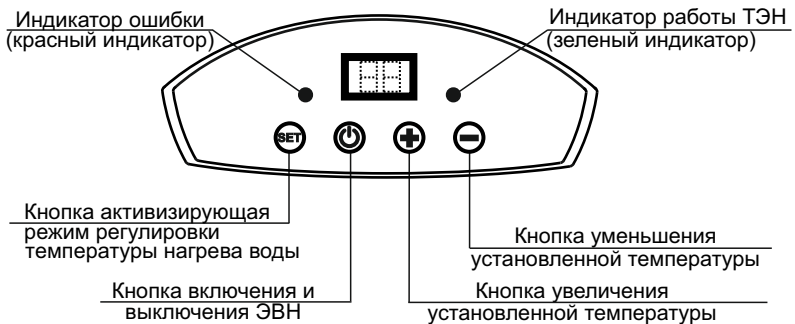

Рисунок 2 - Панель управления ЭВН
- Органы управления контроллера расположены на панели управления ЭВН (см. рисунок 2), смонтированной на лицевой стороне прибора.
- После заполнения ЭВН водой, вставьте вилку шнура питания в розетку. Контроллер ЭВН должен отреагировать на это действие миганием дисплея на панели управления ЭВН (см. рисунок 2) и кратковременным, 1-2 секунды, включением зеленого и красного индикатора.